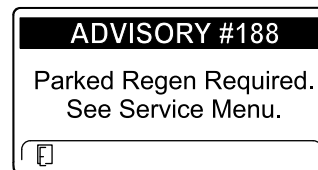

Figura 36
- É necessária regeneração em estacionamento AVISO N.º 188 (Figura 36)